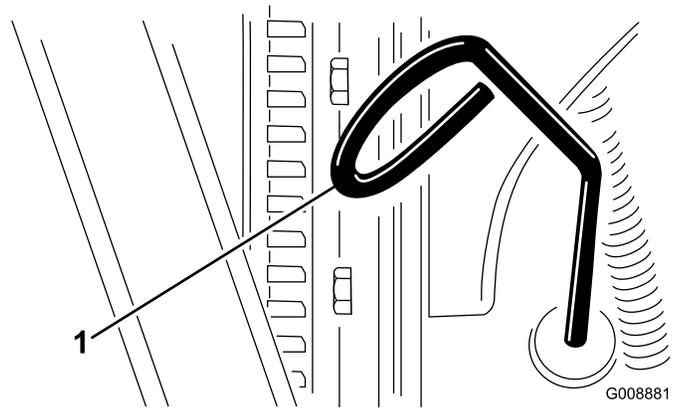

図 21
3. ディップスティックを抜き取り、付いているオイルをウェスで拭きとってもう一度差し込む(図 21)。